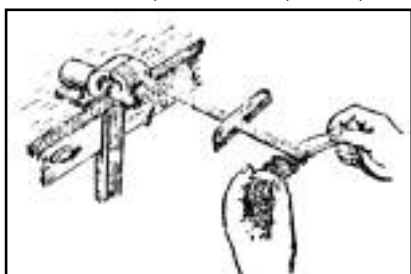
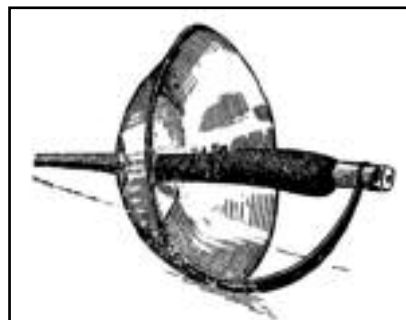
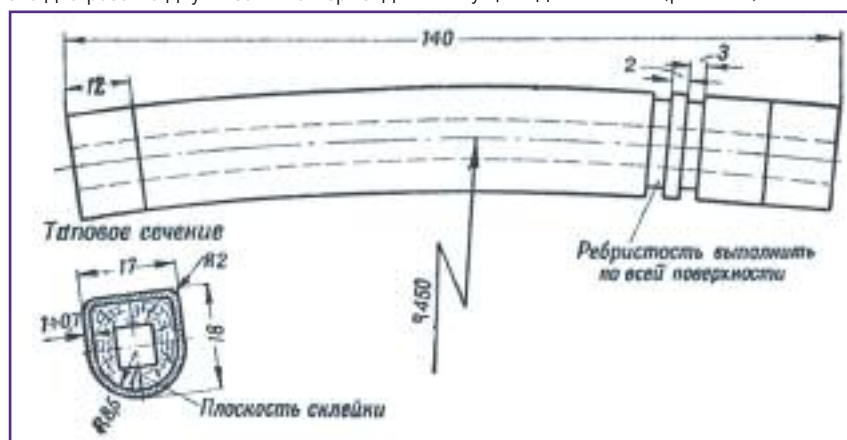

Рис. 19. Обмотка рукоятки шпагатом
Рис. 23. Монтровка эспадрона с фигурной рукояткой
Рис. 24. Дугообразная рукоятка эспадрона
3. Свободные концы шпагата закрепляются в тисках или под тяжелым грузом так, чтобы при натяжении шпагат образовал сплошную ленту из параллельных ниток без просветов между ними. Чтобы при намотке нитки не путались, их можно распределить между зубцами гребенки, помещенной в 20-30 см от рукоятки и при намотке постепенно передвигаемой на это расстояние (рис. 19). Наматывается такая нитяная лента виток к витку. Когда намотка окончена, оставшиеся концы шпагата подводятся под заднее кольцо,
Монтировки эспадронов типичны и обычно отличаются друг от друга только различными формами рукояток и гард. В последнее время распространились рукоятки фигурной формы с утолщением в концевой части и прямым отверстием для посадки на стержень (рис. 23). Однако многие фехтовальщики предпочитают дугообразные рукоятки, требующие изогнутого стержня (рис. 24). Рукоятки должны иметь ребристую рифленую поверхность или обмотку шпагатом (см. рис. 19).